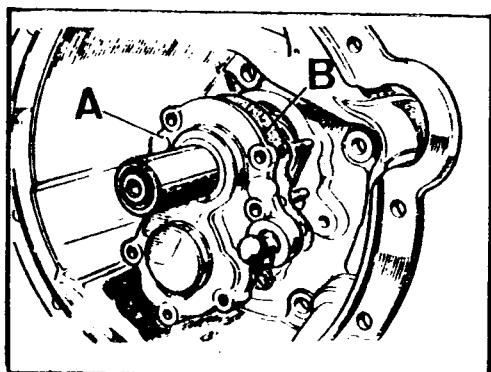

Fig. C-74 Desmontaje de la tapa delantera
- 1.6. Desmontar la tapa delantera, A (Fig. C-74) en unión de su junta, extrayendo previamente los elementos de fijación de la misma.
- 2.6. Montar un nuevo retén en la tapa, A (Fig. C-74) debiendo quedar el muelle compresor del labio de cierre hacia la caja de velocidades, y aplicar a dicho labio una capa de aceite SAE 90 EP.
- 2.7. Aplicar una capa de compuesto sellador Hermetical 600 en ambas caras de la junta, B (Fig. C-74) y montar la tapa, apretando las tuercas de $5/16''$ al par de 1,75 a 2,25 mkg y los de $1/4''$ de 0,80 a 1,10 mkg.